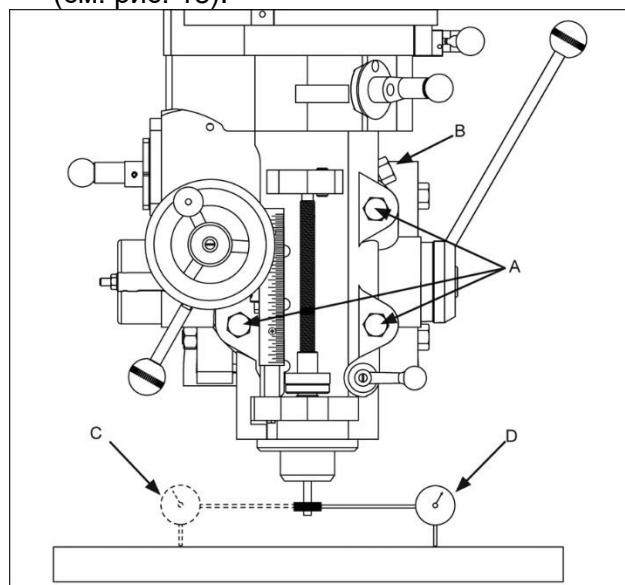

Рисунок 18
- Установите индикатор на оправку и закрепите с помощью штанги (см. рис. 18).
с. Установите индикатор часового типа на оправку и закрепите с помощью штанги (см. рис. 18).